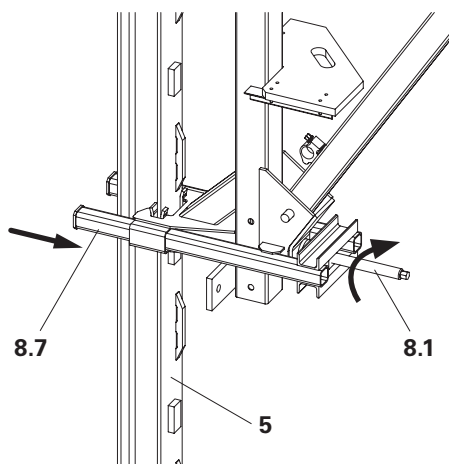

Fig. 43
- ACS-R: girare la vite di compressione (8.1) in senso antiorario fino a quando il cursore (8.7) sporge di ca. 1 cm dalla guida. (Fig. 43)